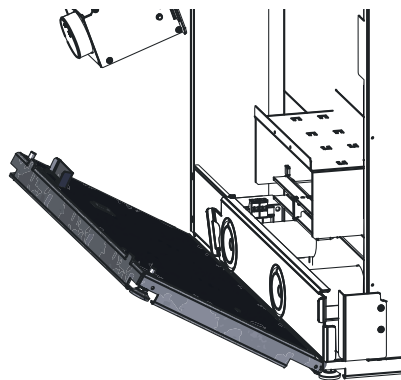

Fig. 60 Agganciare la piastra di base
- Agganciare la piastra di base sul lato sinistro della caldaia – Fig. 60.